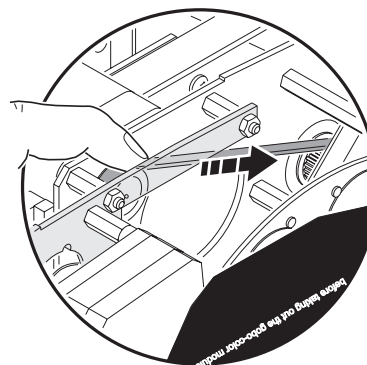

Figure 17: Protégez la roue d'animation en la rentrant dans le module
6. Remettez la tête à l'endroit. Pour éviter de tordre la roue d'animation, ramenez-la vers le centre de l'appareil à l'aide de sa courroie d'entraînement comme indiqué en Figure 17.